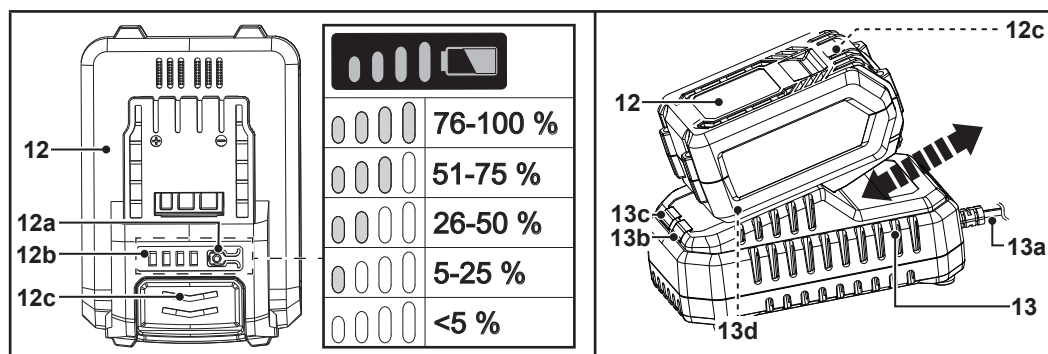

Fig. 3
1. Apasă butonul de capacitate a acumulatorului (12a) (fig. 3).
2. Ledurile indicatorului de capacitate (12b) vor rămâne aprinse circa 10 secunde (fig. 3).
1. Conectează ștecărl (13a) încărcătorului (13) la o sursă de alimentare adecvată.
2. Aliniaza acumulatorul (12) cu portul de conectare (13d) și glisează-l până când se fixează în poziție (fig. 3).
4. **După finalizarea încărcării:** Ține încărcătorul (13) în poziție cu o mână. Apasă butonul de eliberare (12c) și scoate acumulatorul (12) (fig. 3).